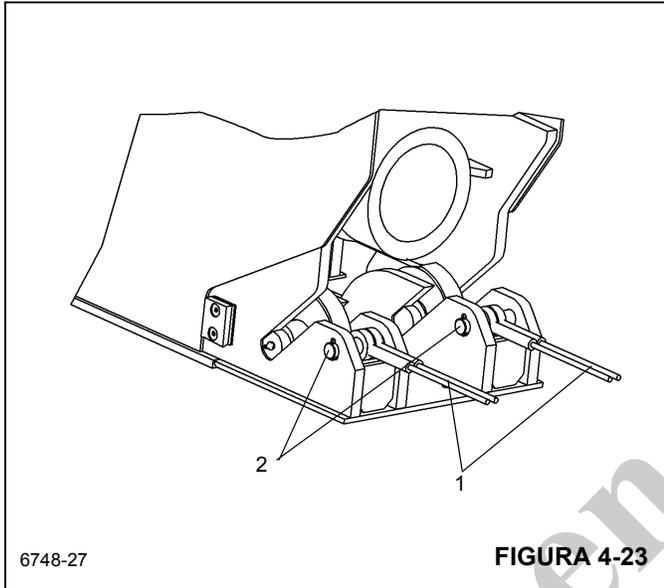

FIGURA 4-23
11. Continue a puxar o conjunto a partir da seção intermediária interna até obter acesso à parte traseira da seção intermediária externa para desconectar os quatro cabos de retração (Figura 4-23, 1).
12. Remova os contrapinos e pinos (Figura 4-23, 2) que prendem os quatro cabos de retração na parte traseira da seção intermediária externa.